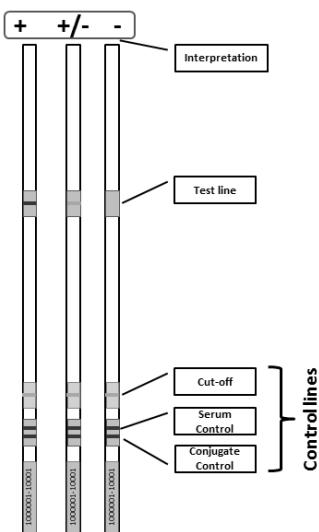

Figura 1: Esquema das tiras LIA reagidas com uma linha de teste.
- Tal como descrito no esquema, as linhas de teste são colocadas acima das linhas de controlo de corte, soro e conjugado (Figura 1). As linhas de controlo do soro e conjugado aparecem no mesmo pedaço de nitrocelulose na parte inferior da tira.
- Conforme marcado na Figura 1, as linhas de controlo do soro e conjugado devem ser claramente positivas, indicando uma experiência bem-sucedida. O corte é uma linha ligeira com variação de intensidade com base nas condições experimentais. O esquema na Figura 1 apresenta um exemplo de uma linha de teste. No ANA Advanced LIA (Figura 2) existem 22 linhas de teste e 3 linhas de controlo. O desenvolvimento da linha de teste depende da amostra. Podem ocorrer reações positivas em diversas intensidades,